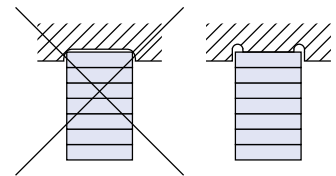

Abb. 57: Vollflächiger Kontakt des Aktors
- ▶ Wenn die Ankopplung des Aktors in einer Frästasche erfolgt, stellen Sie sicher, dass an der Endfläche des Aktors vollflächiger Kontakt besteht. Wählen Sie dazu die Abmessungen der Frästasche entsprechend oder bringen Sie in der Frästasche Freischnitte an. (Abb. 57)